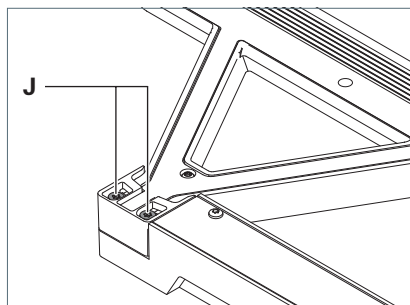

Fig. 19: Ajuster la tête du luminaire.
1. Pour abaisser la tête du luminaire, tournez les vis **J** dans le sens inverse des aiguilles d'une montre, voir Fig. 19.